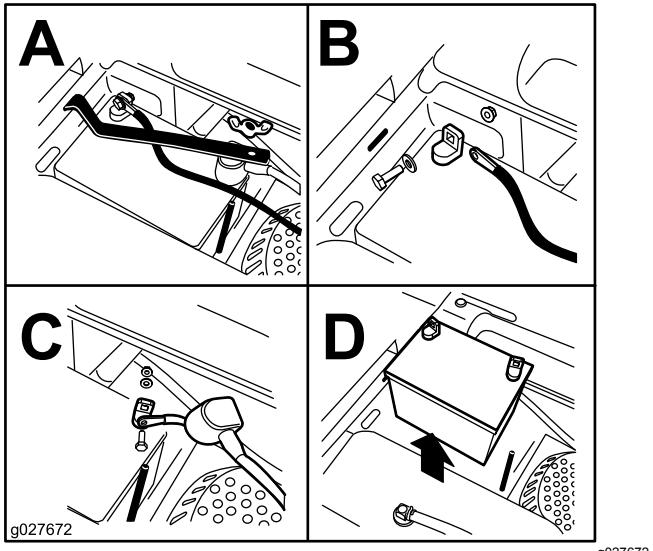

Bild 53
3. Nehmen Sie die Flügelmutter ab, mit denen die Batterieklemme befestigt ist (Bild 53).
4. Nehmen Sie die Klemme ab (Bild 53).
5. Klemmen Sie zunächst das Minuskabel (schwarz) vom Minuspol (-) (schwarz) der Batterie ab (Bild 53).
6. Schieben Sie die rote Polkappe vom Pluspol (rot) der Batterie ab, und klemmen Sie das Pluskabel (+) (rot) ab (Bild 53).
1. Setzen Sie die Batterie so in das Fach, dass die Klemmen auf der anderen Seite des Kraftstofftanks sind (Bild 53).
4. Befestigen Sie die Kabel mit zwei Schrauben, zwei Scheiben und zwei Sicherungsmuttern (Bild 53).
6. Setzen Sie die Klemme auf und befestigen Sie sie mit der Flügelmutter (Bild 53).